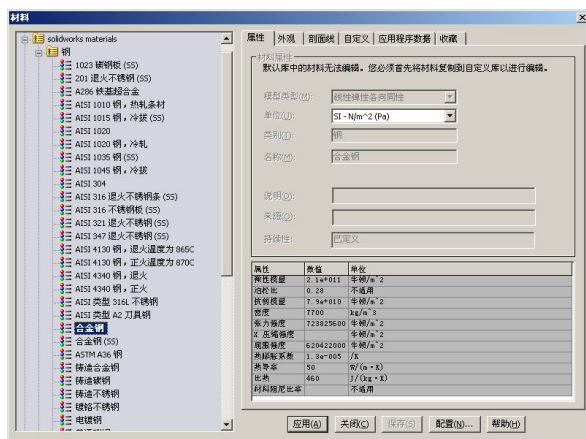

图 12-72 【材料】选项卡
(1) 在【材料】选项卡中单击【选择材料】按钮, 展开所需材料, 如图 12-72 所示。